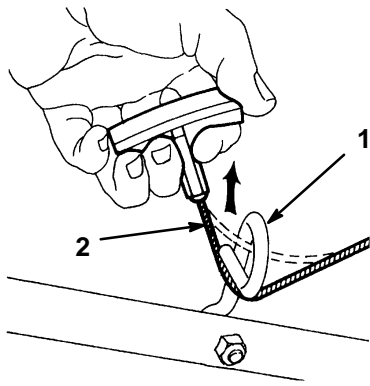

Figure 3
5. Hala la cuerda arranque a través de la guía situada en la manija (Fig 3).